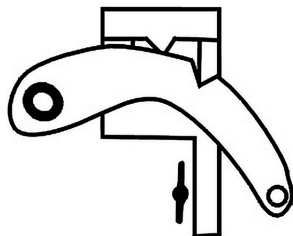

Fig. 2
4. Relâchez le verrou d'inversion (n°17) afin de le placer en position ABAISSÉE. La dent de l'interrupteur d'inversion ne se trouve plus dans le cran (consultez fig. 2).